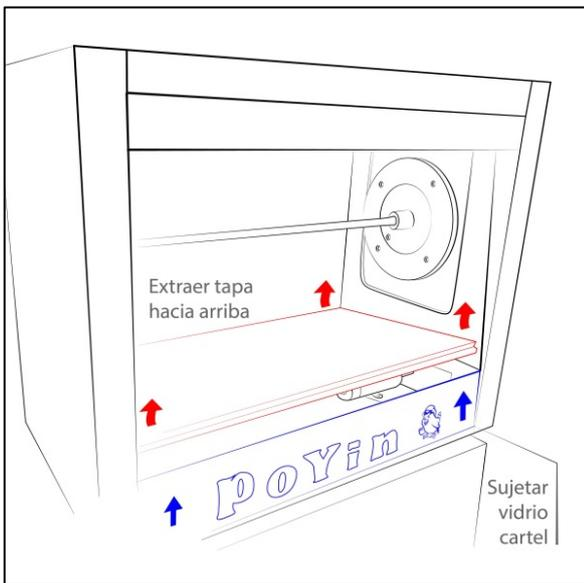

Figura 8
Reductor Inferior averiado	Desarmar según Figura 8 y 9, traer a fábrica para diagnosticar y reparar
**Bornera de conexiones:** Se encuentra detrás del vidrio cartel, y se accede retirando el vidrio frontal y levantando la bandeja inferior del spiedo, lo que libera el vidrio. (Figura 8 y 12)